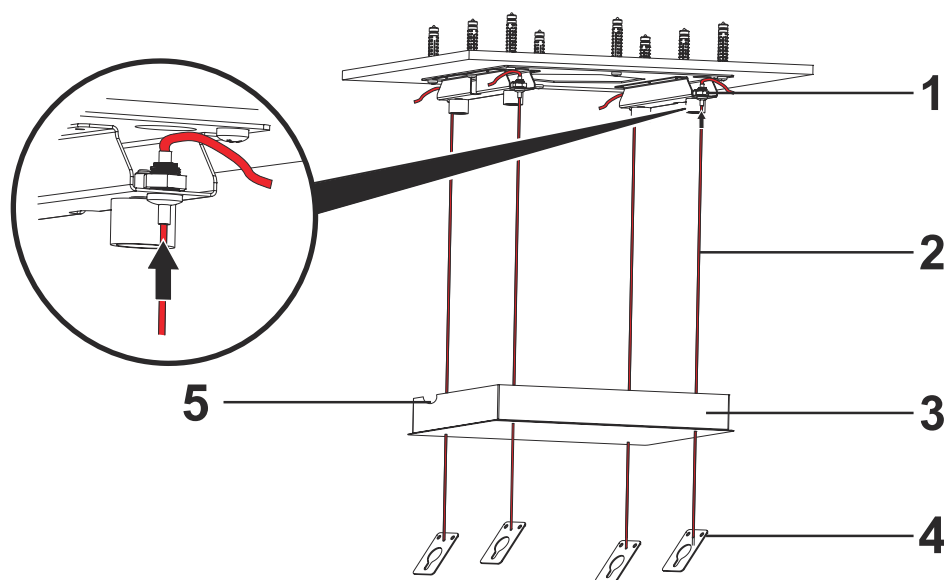

Fig. 14
1. ➔ Far passare i fili di aggancio del prodotto (2) attraverso la piastra di aggancio al soffitto (3). A questo punto, l'area di passaggio del cavo di alimentazione (5) deve trovarsi sul lato destro guardando il prodotto dalla parte anteriore (Fig. 14).
2. ➔ Far passare i fili del gancio del prodotto (2) attraverso il meccanismo di bloccaggio del meccanismo di bloccaggio del gancio del soffitto (1). Assicurarsi che tutti i fili della grucciona abbiano la lunghezza desiderata e siano uniformi (Fig. 14).